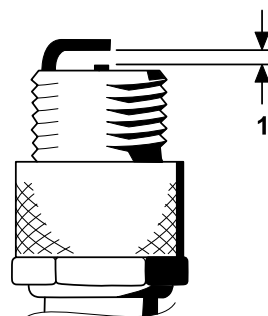

Рисунок 31
4. Установите зазор между центральным и боковым электродами на 0,76 мм, как показано на Рисунок 31.